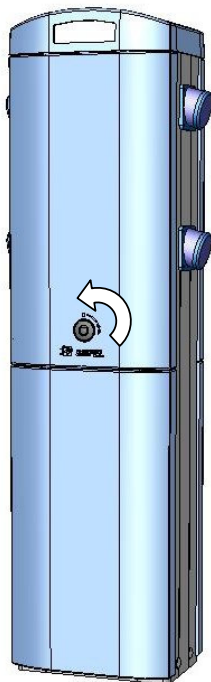

Fig.3
Après avoir ouvert le panneau haut de la face avant (fig.3), actionner les tournilles ① afin de libérer le panneau bas (fig.4).